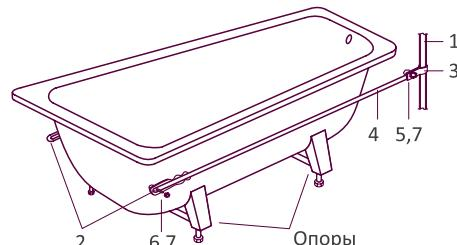
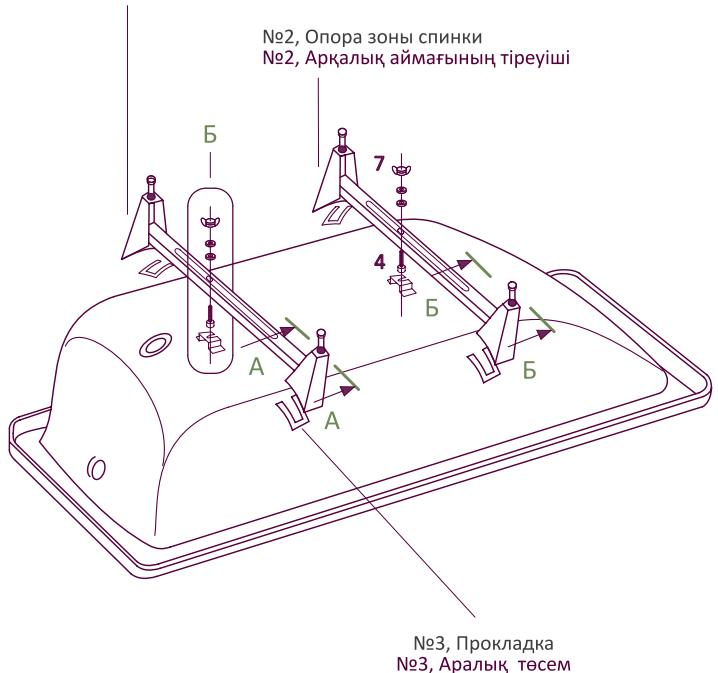

РИСУНОК 1 / 1-СУРЕТ
РИСУНОК 2 / 2-СУРЕТ
Комплектность опорной подставки для ванны (№ позиции на рис.1, наименование, количество):
- Установите болты M10x55 с гайками M10 на обе опоры, предварительно установив чашки на болты как показано на рис.1 (разрез А–А).
- Установите опору зоны слива (с маркировкой «4») со стороны отверстия слива (см.рис.1 разрез Б и рис.2): наденьте опору на установленный в отверстие скобы болт M6х30..40, предварительно установив прокладки на радиусные поверхности опоры.